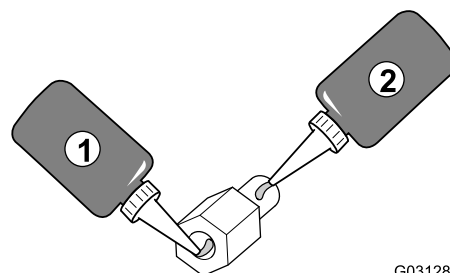

図 156
2. ねじ山付きスタンドオフのナットのねじ溝部分にロッキングコンパウンド浸潤性ウィッキングタイプ、保持力は中強を塗る 図 156。
4. ねじ山付きスタンドオフのスタッドのねじ山部分にロッキングコンパウンド浸潤性ウィッキングタイプ、保持力は中強を塗る 図 156。